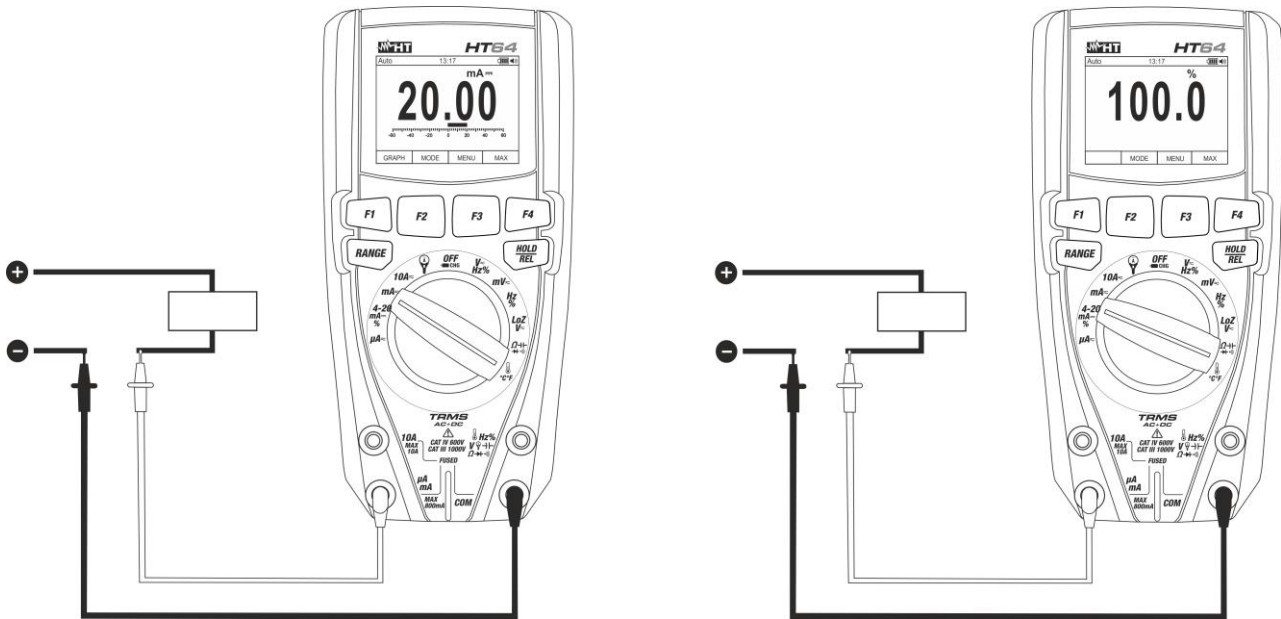

Abb. 30: Verwendung des Gerätes für Gleichstrommessung und 4-20mA% Ableseung
4. Verbinden Sie die rote und die schwarze Messleitung in Reihe mit dem Kreis, dessen Strom Sie messen möchten, und dabei achten Sie auf die Strompolarität und -richtung (siehe Abb. 30).
6. Der Gleichstromwert (siehe Abb. 30 – linke Seite) erscheint auf dem Display.
7. Der Wert der Ableseung 4-20mA% (0mA = -25%, 4mA = 0%, 20mA = 100% und 24mA = 125%) (siehe Abb. 30 – rechter Teil) erscheint auf dem Display. Der Bargraph ist bei dieser Funktion nicht aktiv.
9. Das Symbol "-" auf dem Display des Gerätes gibt an, dass der Strom die umgekehrte Richtung mit Bezug auf den Anschluss in Abb. 30 hat.